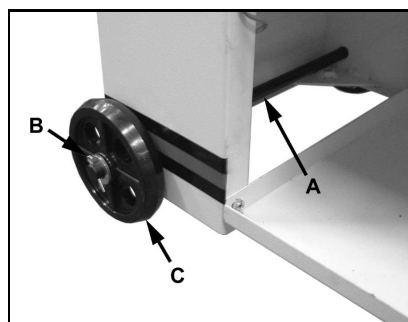

Fig 3
Schieben Sie die Radachse (A, Fig 3) durch den Maschinenständer und montieren Sie jeweils ein Rad (B) bevor Sie mit Splinten (C) sichern.